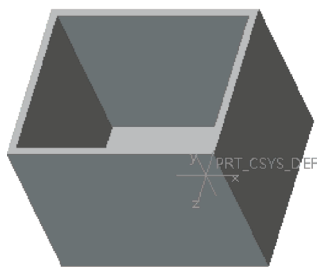

图 5-75 打开模型文件
STEP 01 单击快速访问工具栏中的“打开”按钮, 打开模型文件，如图 5-75 所示。